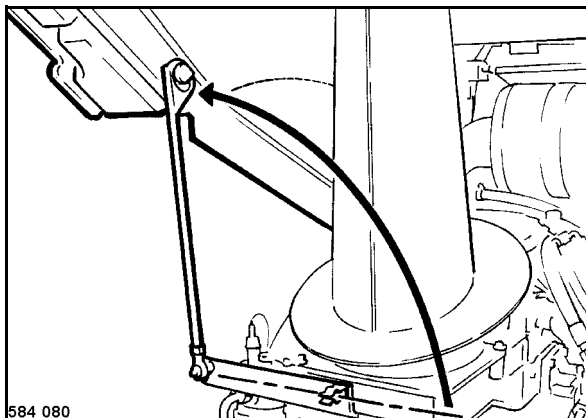

fig. 57
- Tirer la barre du support et caler le capot (fig. 57).